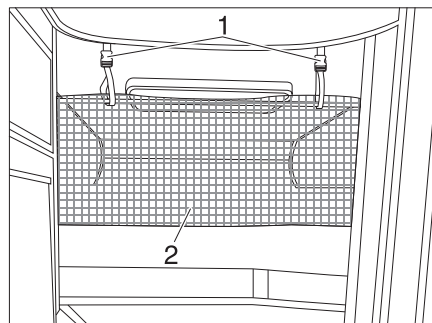

Fig. 168 Filet de sécurité
Le filet de sécurité (Fig. 168,2) est rangé de série entre le matelas et le sommier à lattes. Ne tendre le filet de sécurité qu'une fois que la personne se trouve dans le lit.
- Faire s'enclencher les sangles de retenue (Fig. 168,1) dans les œillets du plafond.